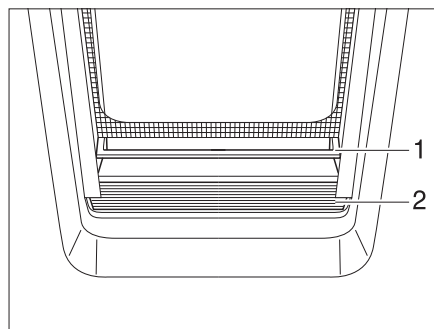

Fig. 44 Dispositif occultant plissé
- Saisir le dispositif occultant plissé (Fig. 44,2) par le centre de la barre (Fig. 44,1), le tirer du bas vers le haut et le relâcher à la hauteur voulue. Le dispositif occultant plissé reste alors à cette hauteur.